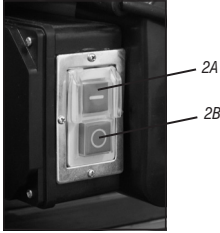

Fig. 17 – Interruptor enciende/apaga
1. Accione el interruptor de accionamiento verde (2A) (Fig. 17);
2. Para apagar, basta accionar el interruptor rojo (2B) (Fig. 17).